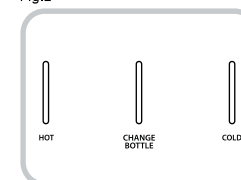

Fig.3
6. Prenda el interruptor de agua caliente, espere un par de minutos y prenda el interruptor de agua fría. Permita que la unidad alcance las temperaturas mínimas de agua caliente y fría. Esto tomará aproximadamente de 30 a 45 minutos y las luces indicadoras se apagarán. (Fig. 3)